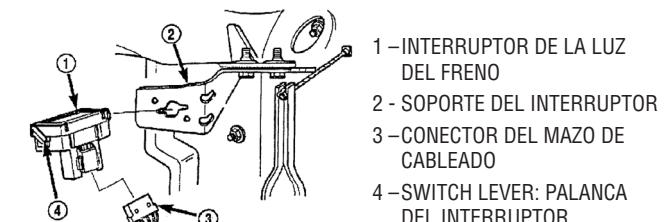

Figura 2
- Conecte el mazo de cableado del interruptor al nuevo interruptor (vea la Figura 2).
- Inserte el interruptor en el soporte y gírello en sentido horario 30°, para fijarlo en su lugar. (Figura 2)